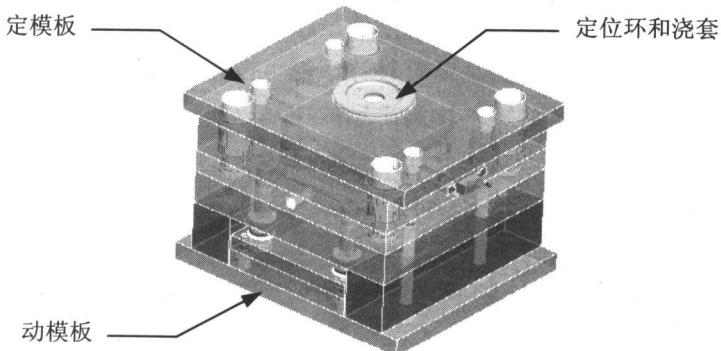

图 1-8 定动模板与浇注机构
- 为使注塑机喷嘴与主浇套口对准，应当在定模板上安装定位环。为避免进料道与高温塑料和注塑机喷嘴反复接触和碰撞，还应当制作一个安装在定模板上的主浇套，如图 1-8 所示。